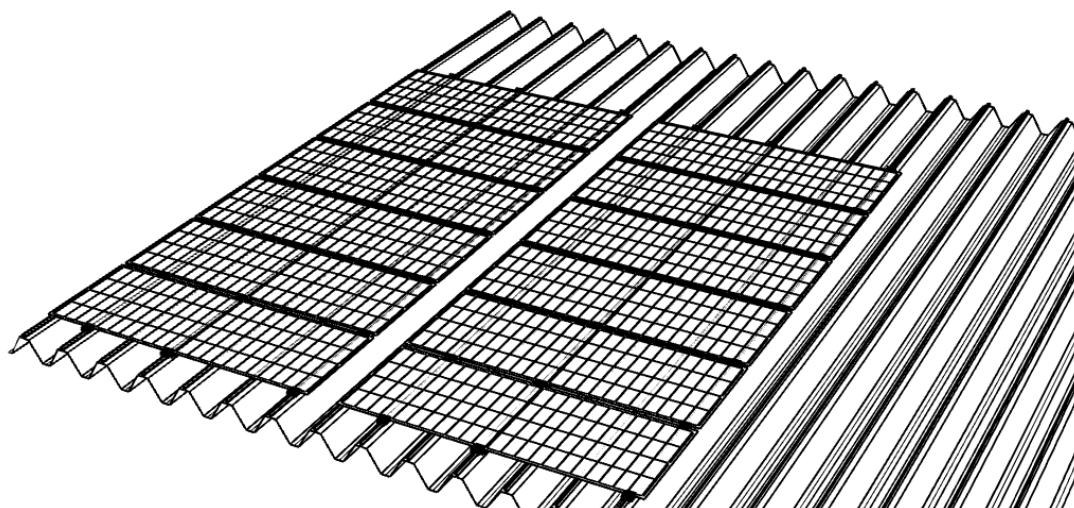

図 12
- 二列目の製品の取り付けは、一列目の取り付け方法を参考にしてください。その後、三列目、四列目 と順番に製品を取り付けてください。すべての製品の取り付けが完了するまで続けてください(図 12)。